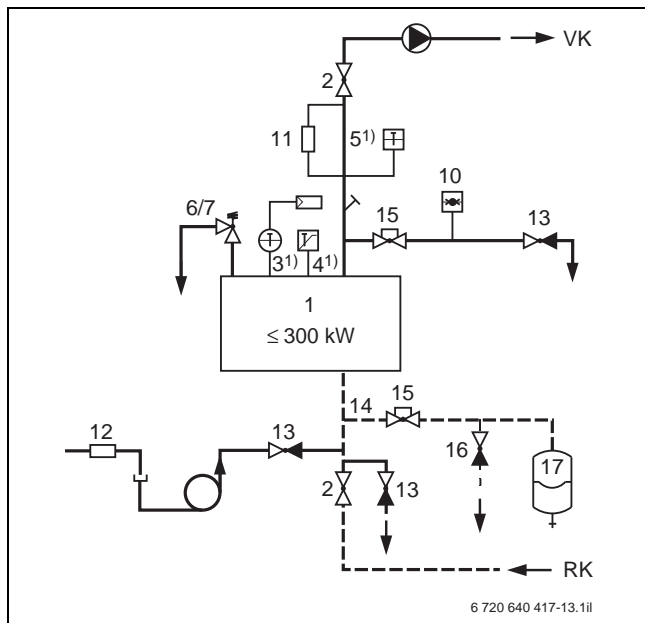
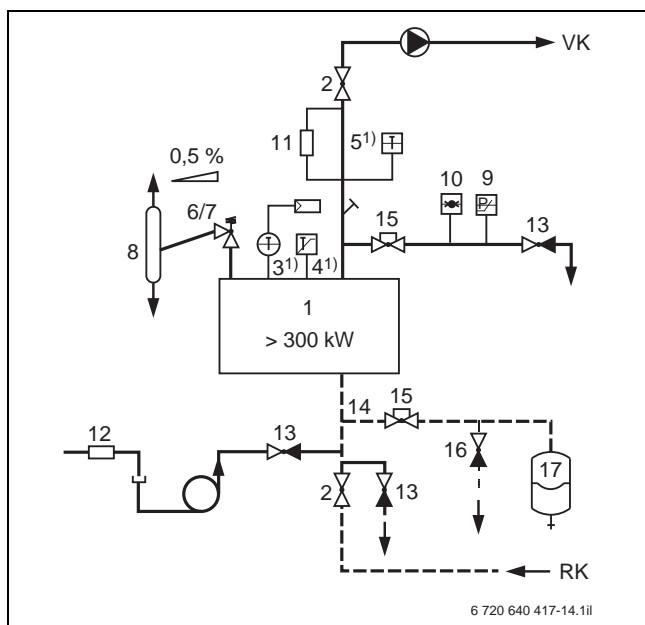

Рис. 23 Приборы безопасности по EN 12828 для котлов  $\leq 300\text{ кВт}$  с предохранительным ограничителем температуры (STB)  $\leq 110\text{ }^{\circ}\text{C}$
Рис. 24 Приборы безопасности по EN 12828 для котлов  $> 300\text{ кВт}$  с предохранительным ограничителем температуры (STB)  $\leq 110\text{ }^{\circ}\text{C}$
Кроме того, нужно учитывать другие требования правил техники безопасности при эксплуатации отопительной системы. При проектировании можно пользоваться схематическими изображениями, приведенными на рис. 23 - 25.
**Пояснения к рис. 23 и рис. 24:**